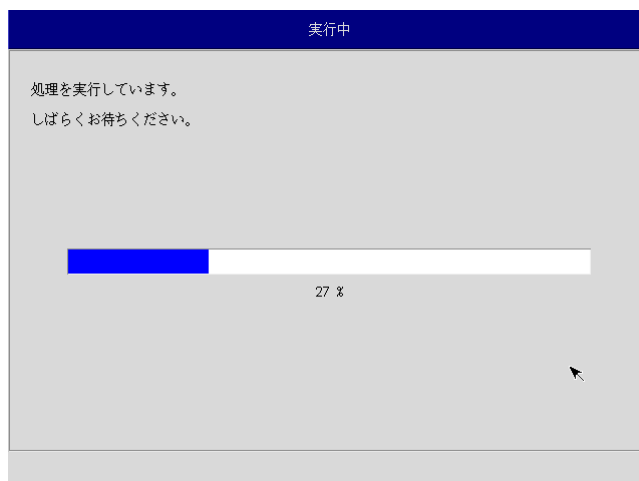

図 6-2-8. 実行中画面
- ⑬ 実行中画面（図 6-2-8）が表示され、処理が開始されます。実行中は DVD ドライブ、保存メディアを外さないでください。また、電源を落とさないようにしてください。